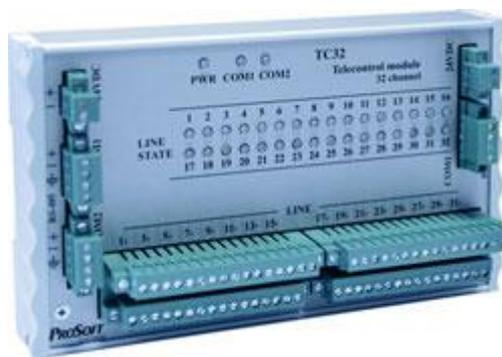

Рисунок 1.2.1 Внешний вид ТС-32
1.2.2.1 Конструктивно ТС32 выполнены в металлическом корпусе размером 175x105x31 мм с креплением на DIN-рейку (рисунок 1.2.1).
1.2.4.2 Индикаторы размещены на лицевой панели ТС32 (рисунок 1.2.1).